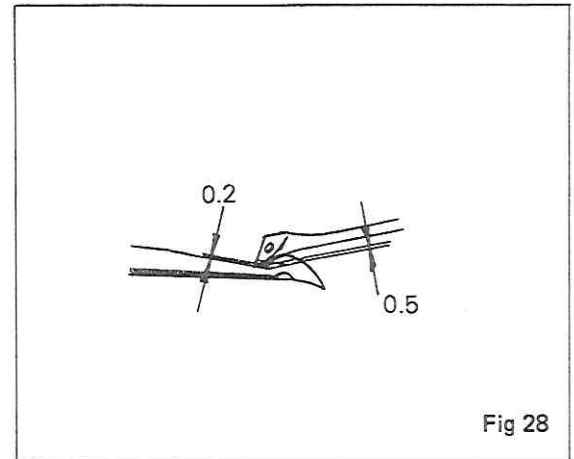

Fig 28
(4) Upper Loper and Lower Loper Fig. 28
Ancora superior-ancora inferior. Fig. 28
Boucleur supérieur et boucleur inférieur Fig. 28